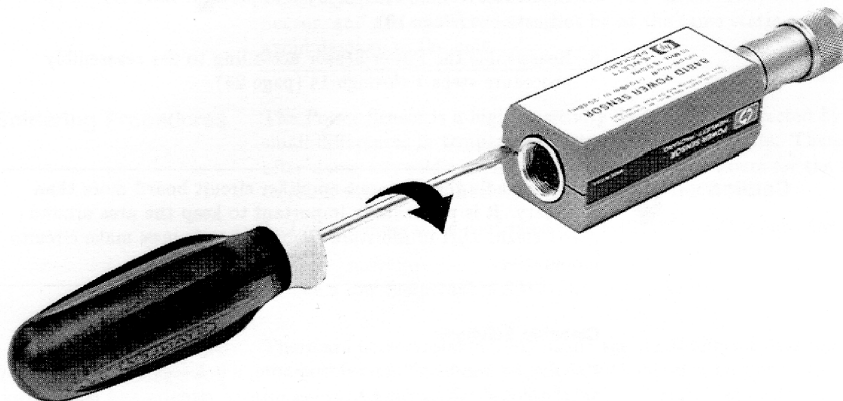

Figura 22 **Retirada de la Carcasa del Sensor de Potencia**
- 1 Introducir la punta del destornillador por la parte posterior del sensor de potencia entre las carcasas de plástico (Ver Figura 22). Para evitar dañar las carcasas de plástico, utilizar un destornillador con una punta de anchura no superior a la abertura entre las dos carcasas.